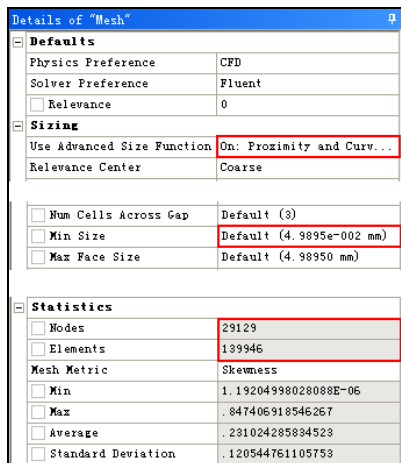

图 3-69 网格状态
- 步骤 04** 在参数设置列表中的 Use Advanced Size Function 内改变设置为 On: Proximity and Curvature, 为网格划分算法添加更好的处理临近部位的网格, 如图 3-69 所示。